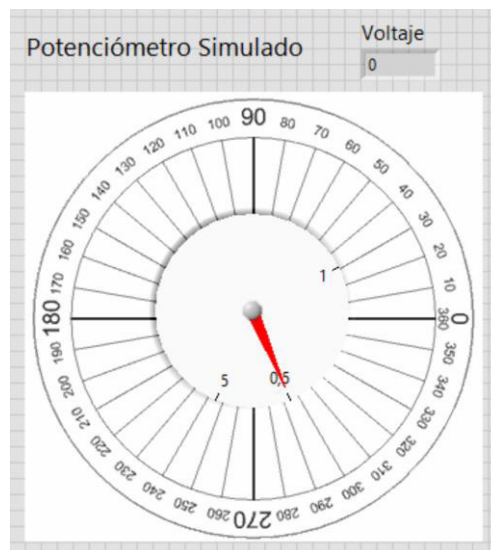

Figura 2. Panel frontal del VI usado para tomar las medidas.
- iv) Descargue de Internet una imagen de un transportador completo para importarla al VI y construir algo similar a la Figura 2.